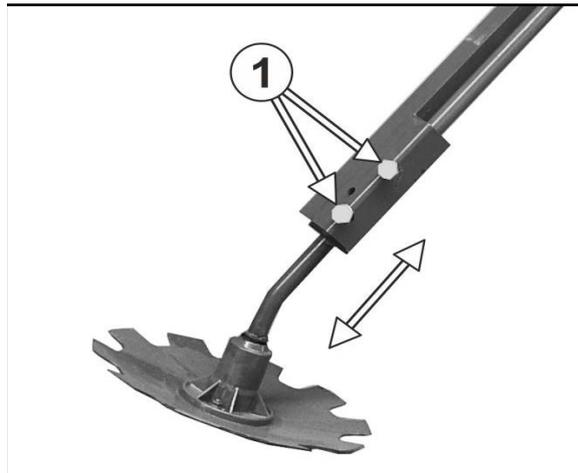

Fig. 97
1. Beide Schrauben (Fig. 97/1) lösen